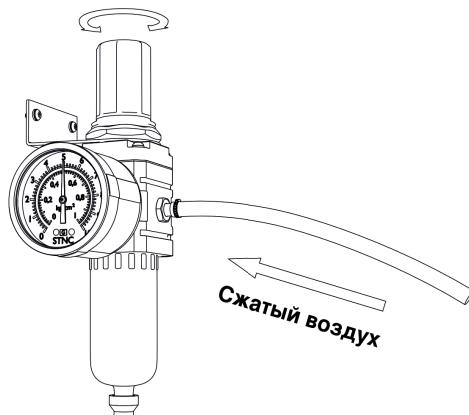

Рис. 7.2. Фильтр-регулятор аппарата воздушно-плазменной резки.
**Давление сжатого воздуха должно быть постоянным и не должно быть ниже 0,5 мПа (см. рис. 7.2). При работе на низком давлении сжатого воздуха срок службы плазмотрона сокращается.**